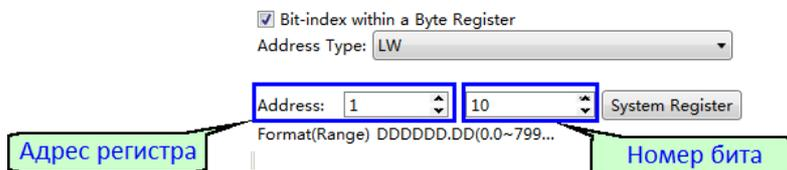

Рисунок 145 - Назначение адресной метки для бита
- D. Данная опция позволяет назначить адресную метку для определенного бита в слове данных (рисунок 145).